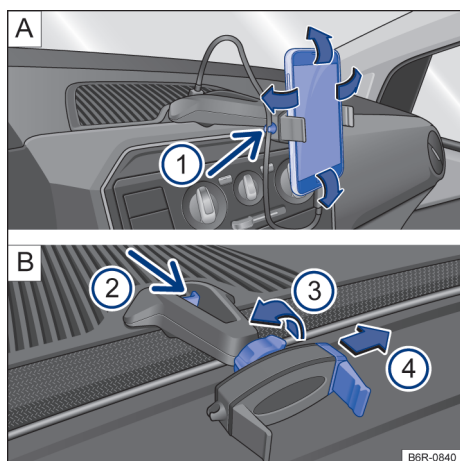

Fig. 147 No console central: suporte para telefone celular e ajustes.
- Segurar o suporte com uma mão e pressionar o botão de destravamento → Fig. 147 B ② (seta).
- Com a haste → Fig. 147 B ④ deslocar no sentido da seta, e instalar o telefone celular no alojamento.
- Com a outra mão deslocar a haste → Fig. 147 B ④ até que seja possível remover o aparelho do alojamento.
- Colocar o cabo USB na entrada carregador USB do suporte existente no painel de instrumentos → Fig. 147 A.
- Prender o cabo no suporte → Fig. 147 A ①.
- Para liberar o movimento do suporte, girar a trava → Fig. 147 B ③ no sentido contrário da seta.
- Para fixar a posição, girar a trava no sentido da seta → Fig. 147 B ③ até a fixação total do suporte.
O suporte para telefone celular tem garantia de 3 anos, com exceção da haste deslizante (garra) → Fig. 147  ④ que tem garantia de 1 ano.